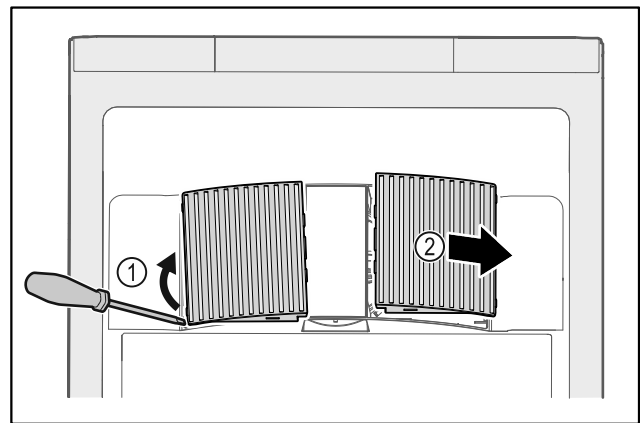

Fig. 125
- ▶ Scoateți cu grijă capacele ventilatoarelor de pe partea laterală Fig. 125 (1) și scoateți-le spre partea din față Fig. 125 (2).